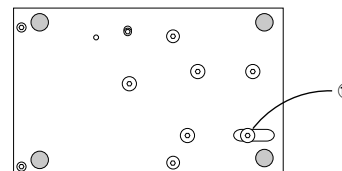

図5
バイトの刃先がローターブロックA ⑪ の位置で停止するように⑭の送り幅調整ビスA(イモネジタイプ)を回し調整します。図5(参照)
バイトの刃先がコミュの幅以上振り切らない位置で停止するように⑮の送り幅調整ビスB(ダイヤルビスタイプ)を回し調整します。図5(参照)